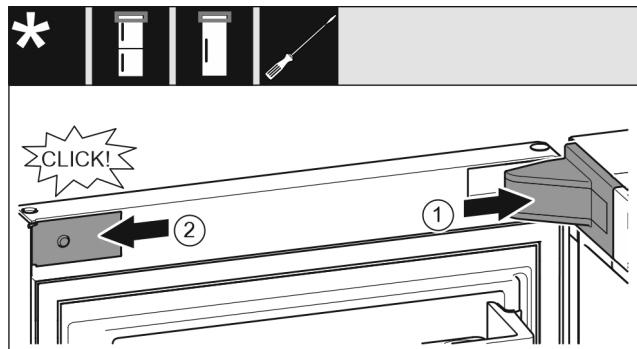

Fig. 19
- ▶ Lagerbockabdeckung Fig. 19 (1) aufsetzen und einrasten, ggf. vorsichtig auseinanderdrücken.
- ▶ Blende Fig. 19 (2) seitlich ansetzen und einrasten.